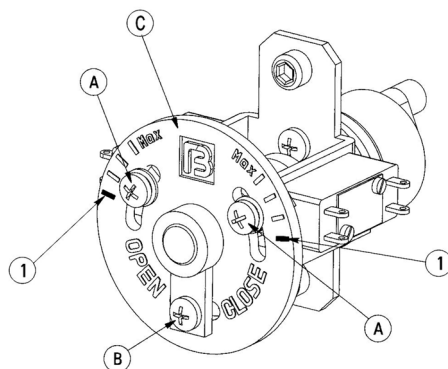

Рис. 3 Двухсторонняя муфта ограничения крутящего момента
**Механизм двухсторонней муфты ограничения крутящего момента** (рис. 3) состоит из червячного вала, сбалансированного по осевым перемещениям тарельчатыми пружинами и ограничителя крутящего момента с пластиной С (рис 3).